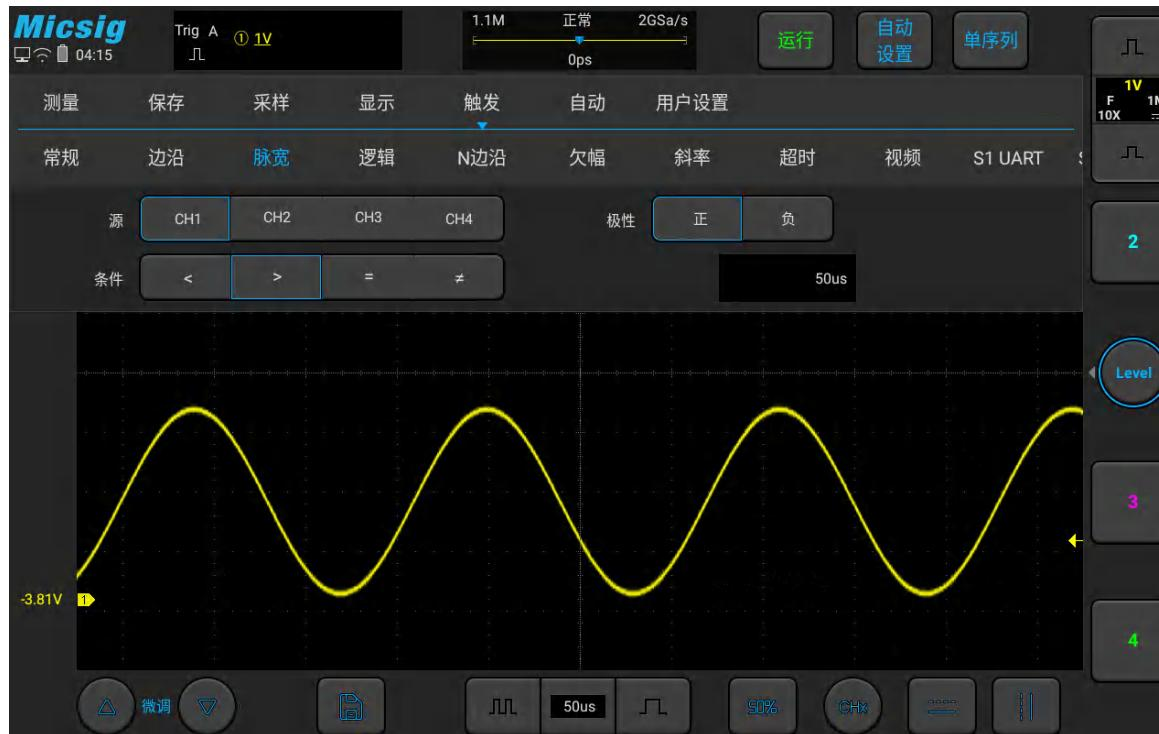

图5-14 脉冲宽度触发设置菜单
- 1) 打开触发菜单，轻点“触发”打开触发菜单，在触发类型中选择脉宽触发，对脉宽触发进行如下设置，见图5-14：